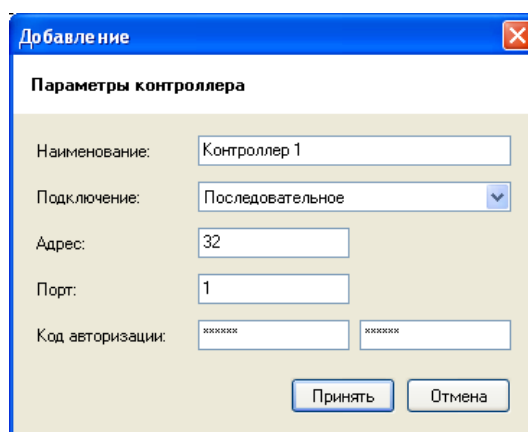

Рисунок 30
- 6) В окне "Выбор контроллера" нажмите кнопку "Добавить", в окне "Редактирование" (см. Рисунок 30) укажите тип подключения "Последовательное", адрес контроллера 32, порт, соответствующий номеру коммуникационного порта компьютера (1 для COM1:), код авторизации 123456 и нажмите кнопку "Принять".